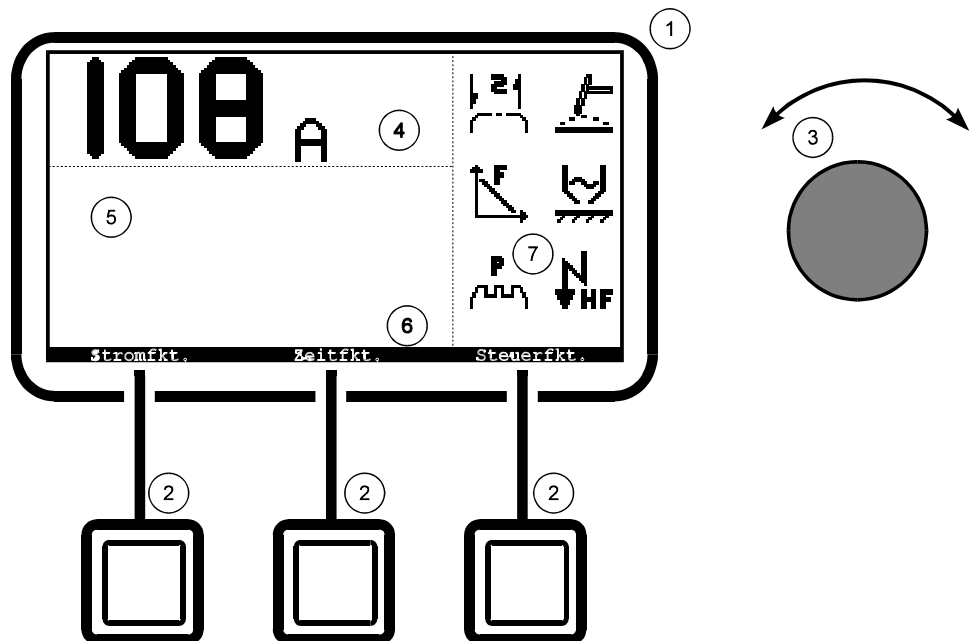

Bild 3.1: REHM Dialogsystem und Bedienelemente
Die Bedienung der WIG-Schweißanlage erfolgt über das in Bild 3.1 dargestellte REHM Dialog-System. Es besteht aus dem **Dialogbildschirm (1)**, den **Drucktastern (2)** und dem **Drehknopf (3)**. Sämtliche Einstellungen der Schweißanlage können vom Anwender über das Dialog-System in einfacher Weise geändert und kontrolliert werden. Der Dialogbildschirm (1) ist in 4 Bereiche unterteilt. Die **Parametergrößeanzeige (Bereich 4)** zeigt abhängig vom Anzeigestatus den vorgeählten Schweißstrom  $I_1$  bzw. einen weiteren Schweißparameter an. Zusätzlich wird in diesem Bereich die Polarität der Ausgangsspannung angezeigt. Im **Auswahlbereich (Bereich 5)** werden je nach ausgewähltem Bildschirm die Einstellmöglichkeiten angezeigt. Die jeweilige Bedeutung der Drucktaster (2) wird in der **Menüleiste (Bereich 6)** am unteren Rand des Bildschirms erklärt. Leicht verständliche Symbole im **Statusbereich (Bereich 7)** zeigen grundsätzliche Einstellungen der Schweißanlage an. Mit dem Drehknopf (3) wird je nach Bildschirm der Schweißstrom  $I_1$  oder ein beliebiger Schweißparameter eingestellt.